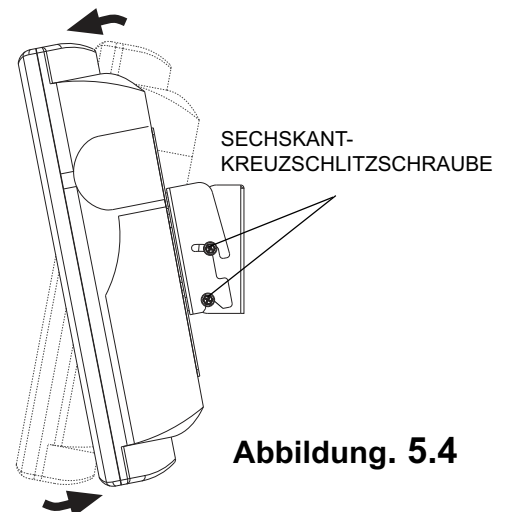

Abbildung 5.4
- 5** Drücken oder ziehen Sie an der Ober- bzw. Unterkante des Bildschirms, um die Neigung wie in Abbildung 5.4 dargestellt einzustellen. Die maximale Neigung beträgt 15° nach vorne bzw. 5° nach hinten. Zum Arretieren des Bildschirms in der gewünschten Neigungsstellung ziehen Sie die Sechskant-Kreuzschlitzschrauben an beiden Seiten des Halters fest.